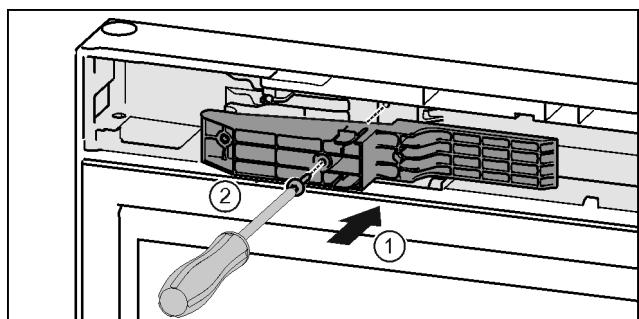

Fig. 46 *
- Adapterstück auf der Griffseite in die Aussparung einsetzen. Fig. 46 (1)*
- Schrauben mit Schraubendreher T15 festschrauben. Fig. 46 (2)*